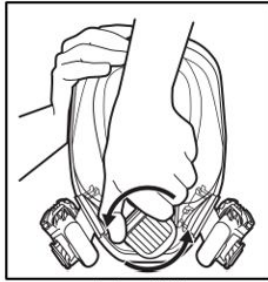

Fig.14
2. Retirer l'ensemble soupape d'exhalation en tournant de 1/4 de tour dans le sens contraire des aiguilles d'une montre (fig. 14).
2. Retirer l'ensemble soupape d'exhalation en tournant de 1/4 de tour dans le sens contraire des aiguilles d'une montre (fig. 14)
3. Retirer l'ensemble soupape d'exhalation en tournant de 1/4 de tour dans le sens contraire des aiguilles d'une montre (fig. 14)
3. Retirer l'ensemble soupape d'exhalation en tournant de 1/4 de tour dans le sens contraire des aiguilles d'une montre (fig. 14).